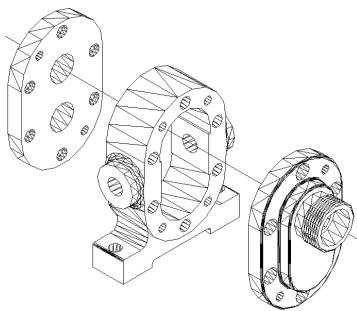

图 16-33 消隐结果
- 09** 选择菜单【视图】|【消隐】，对分解的模型进行着色，结果如图 16-33 所示。